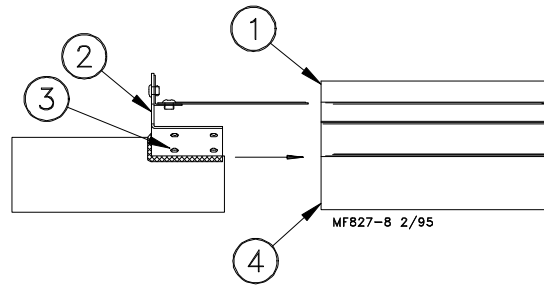

Figura 19. Instalación del acople (vista lateral)
Deslizar un acople sobre el extremo de la canaleta, como se muestra en la Figura 19. Usar los agujeros en las pestañas de los acoples como guía para perforar (4) agujeros de 6,3 mm (1/4 pulg) en cada lado de la canaleta.